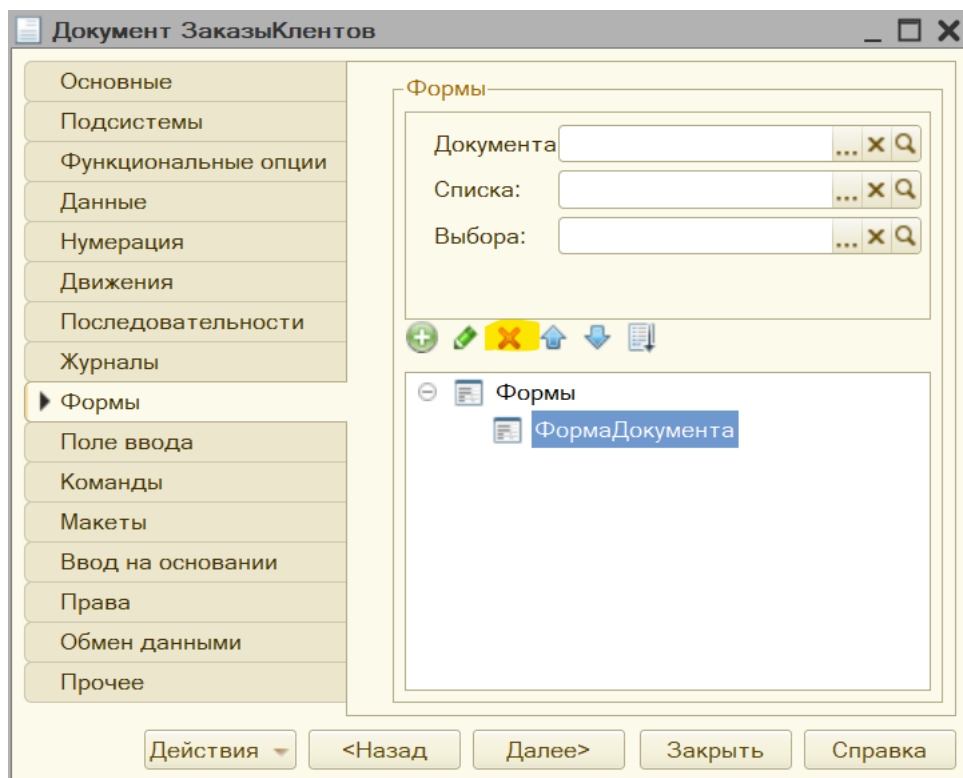
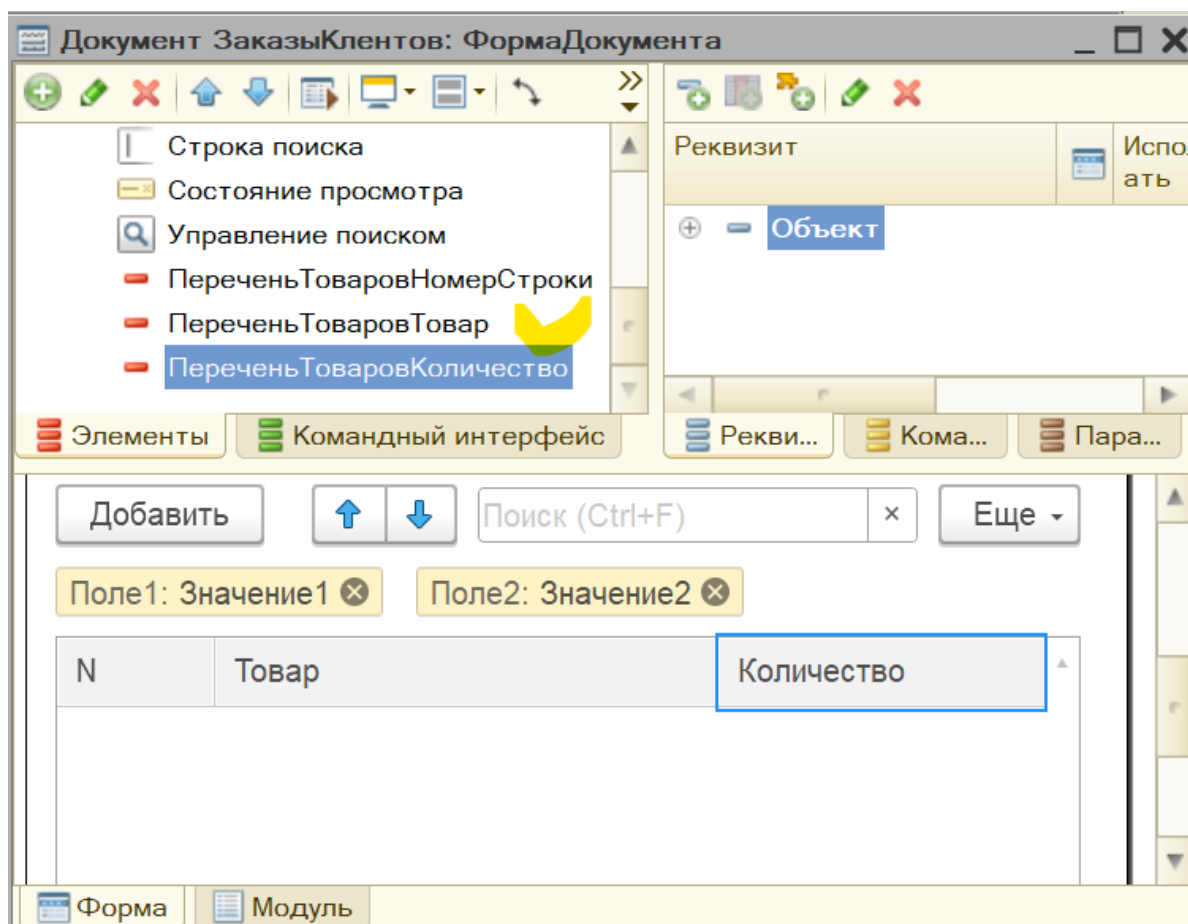

Рис. 5.3. Удаление формы документа «ЗаказКлиента»
Рис. 5.4. Новая форма документа «ЗаказыКлиентов»
4. Отредактируем форму документа: удалите форму документа (рис. 5.3) и создайте новую форму документа (рис. 5.4).